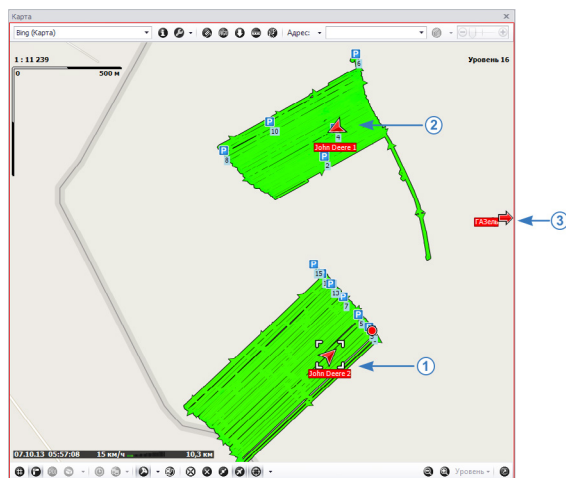

Рис.230. Мультитреки.
- После выбора основного и дополнительных ТС необходимо выбрать рейс для просмотра. На карте появятся треки основного ТС и дополнительных ТС за выбранный рейс. Положения ТС отображаются на карте при помощи курсоров. Курсор основного ТС выделяется рамкой (**Рис.230, п.1**). У курсоров дополнительных ТС рамка отсутствует (**Рис.230, п.2**).
- Если курсор транспортного средства находится за пределами видимой области карты, то направление на положение этого курсора обозначается на карте стрелкой (**Рис.230, п.3**). Двойное нажатие левой кнопки мыши на стрелке центрирует карту относительно курсора ТС, на который указывала стрелка.